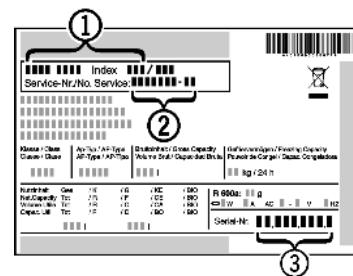

Fig. 54
- Считать обозначение устройства Fig. 54 (1), сервисный номер Fig. 54 (2) и серийный номер Fig. 54 (3) с заводской таблички. Заводская табличка находится внутри устройства слева.